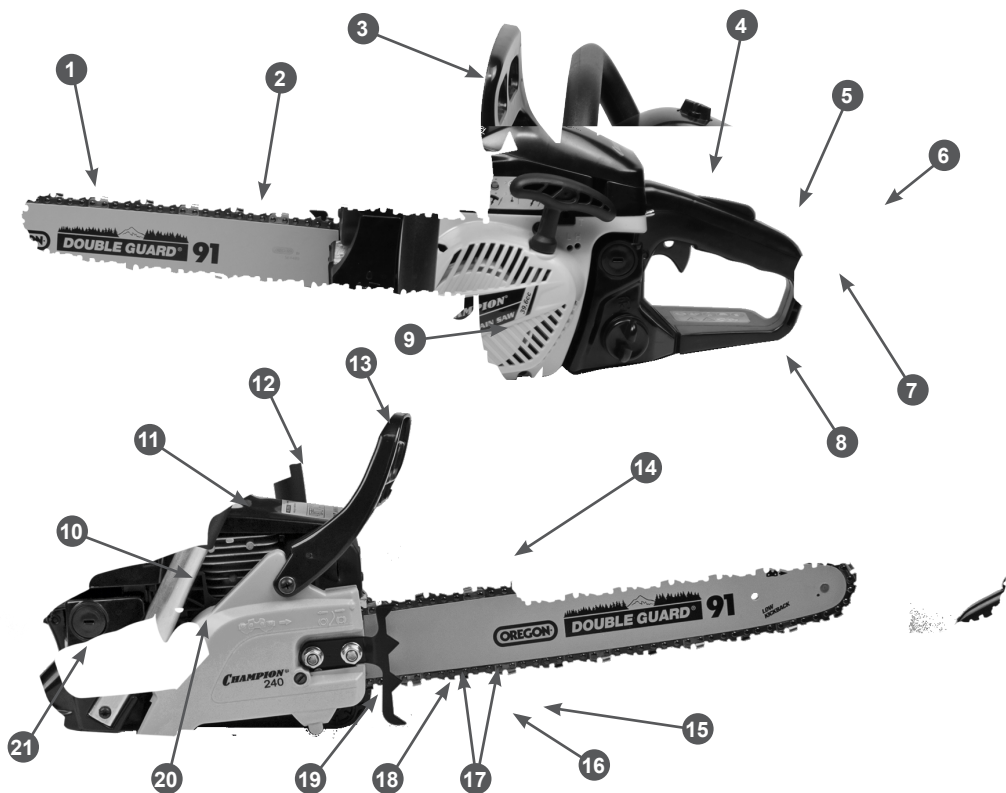

Рис. 1 Основные узлы и органы управления
Основные узлы и органы управления представлены на Рис. 1.
2. Открутите гайки крепления 17 и снимите крышку шины 19 (Рис. 1).
- Вращая шестерню натяжителя цепи 18 (Рис. 1) против часовой стрелки, установите палец натяжителя в крайнее левое положение. Установите на место крышку шины.